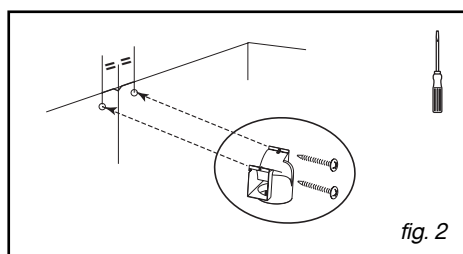

fig. 2
- Fäst kupan på de två skruvarna (D/fig. 2).
– Montera backventilen på motorns utgång (fig. 2). Denna backventil gör det möjligt att stänga av lufttillförseln utifrån.
– Fäst rökdeflektorn av plast på väggen, upp mot taket, med de två skruvarna (fig. 2). Centrera noggrant deflektorn i förhållande till den lodräta linjen på väggen (fig. 2).
- Plocka ut filterkassetterna (fig. 2).